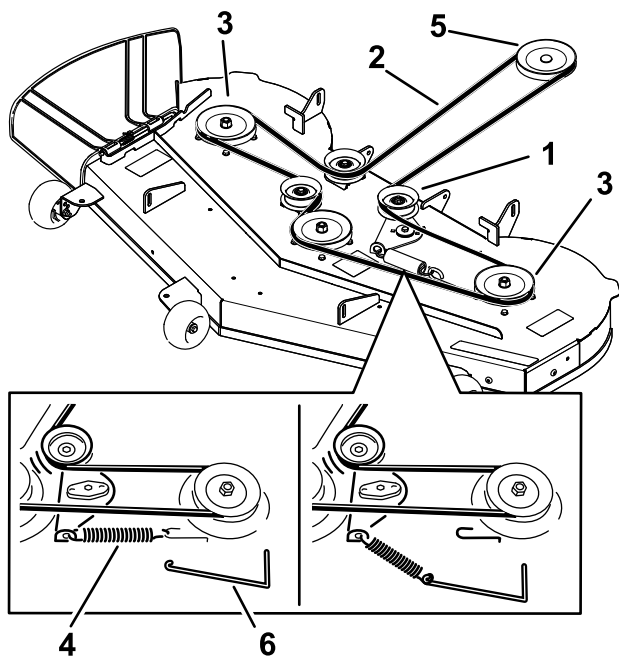

Figure 52
6. À l'aide d'un outil de dépose de ressort (réf. Toro 92-5771), décrochez le ressort du crochet sur le tablier pour détendre la poulie de tension et déchaussez la courroie des poulies (Figure 52).
- Acheminez la courroie neuve autour de la poulie du moteur et des poulies du tablier de coupe (Figure 52).
- À l'aide d'un outil de dépose de ressort (réf. Toro 92-5771), accrochez le ressort au crochet situé sur le tablier, afin d'exercer une tension sur la poulie de tension et la courroie du tablier de coupe (Figure 52).